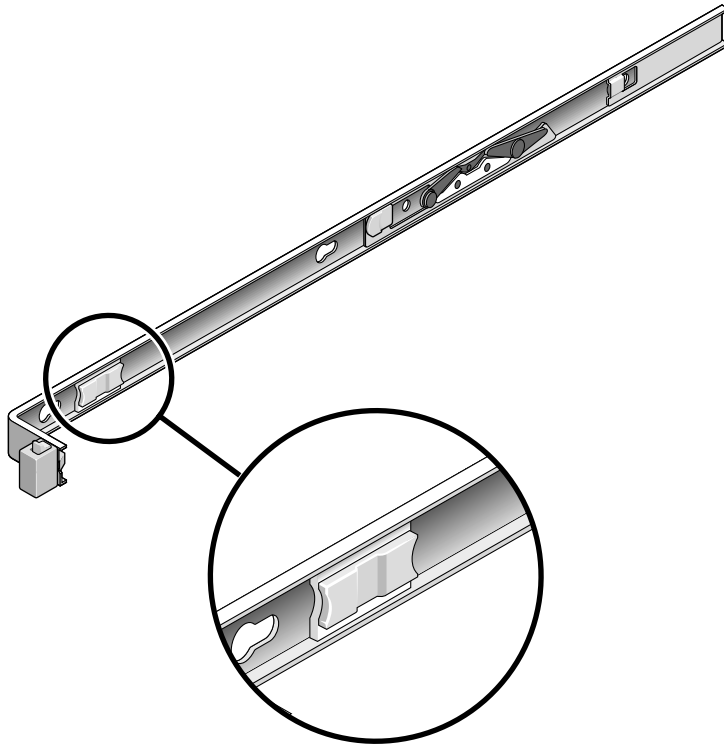

図 2-13 スライドレールのリリースボタン
6. 両方のスライドレールリリースボタンを同時に手前に引いて、サーバをスライドさせてラック内に戻します (図 2-13)。